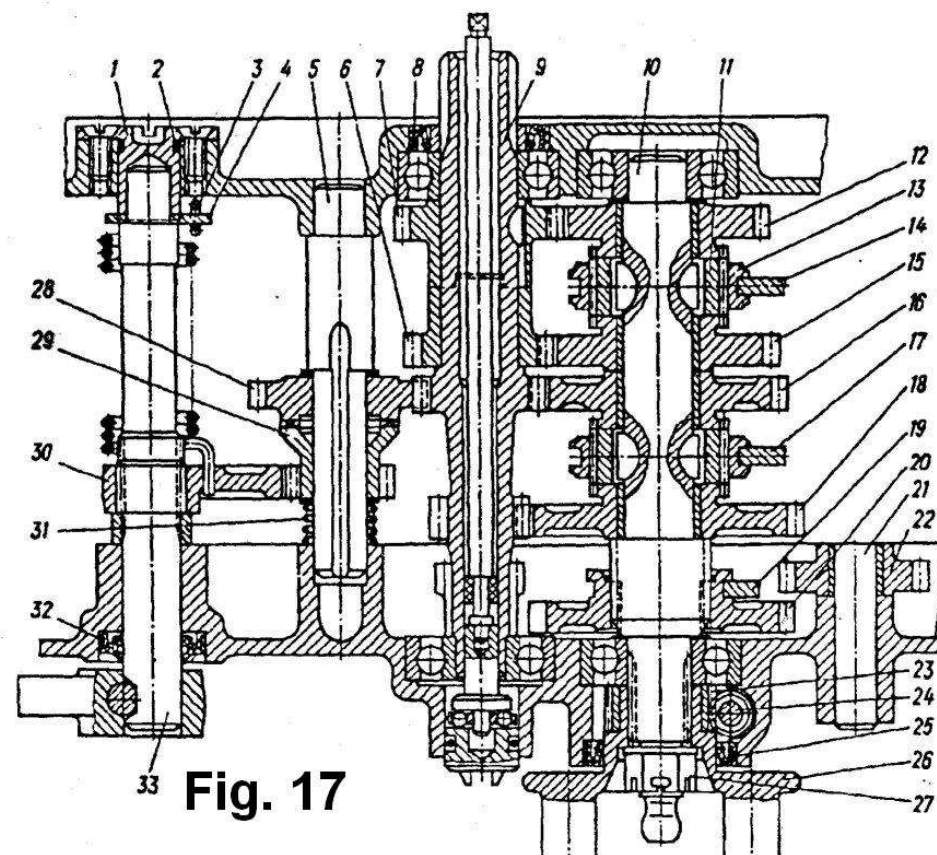

Fig. 17
- Arborele primar 9 (fig 17) este instalat pe 2 rulmenti. El este solidar cu treapta I, II si III, iar treptele IV si V sunt demontabile.
- Arborele secundar 10 (fig 17) este instalat pe 2 rulmenti. El contine si pinionul pentru mers inapoi 20; pe el sunt presate doua cuplaje 11, fixate prin stifturi.
Mecanismul de pornire include arborele de pornire 33 si intermediar 5 (fig. 17).
Pe arborele intermediar se rotesc liber 2 pinioane cu 12 dinti. El este presat cu capatul din fata in carter. Pe arborele de pornire este presat sectorul dintat 30. Arcul porneste prin rotirea spre stanga prin bucsa 1 (fig. 17) ce este instalata pe peretele din fata al carterului. Bucsă este prevazuta cu simeringul 2, iar arborele are 2 canale pentru ungere.